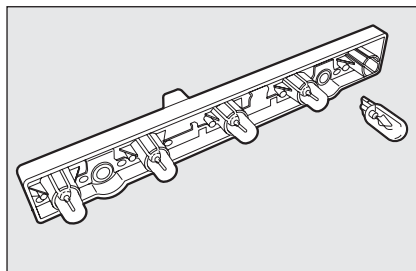

fig. 26
- défilier et remplacer les ampoules **fig. 26**.